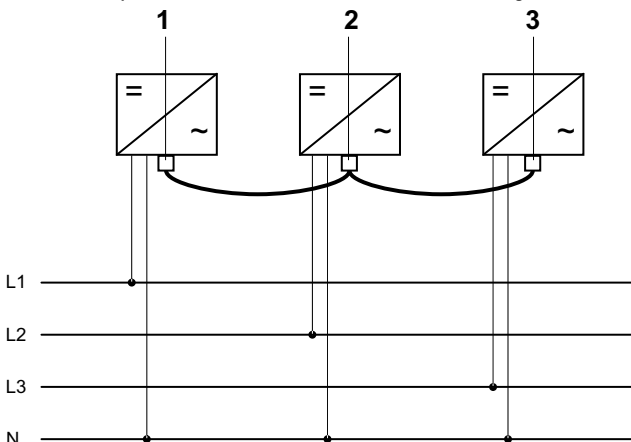

Fig. 1 Schéma d'installation
- Chacun des 3 convertisseurs PLATINUM es raccordé à l'une des trois phases (voir Fig. 1).